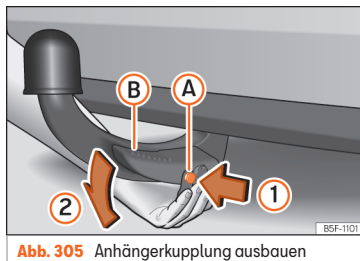

Abb. 305 Anhängerkupplung ausbauen
- Drücken Sie den Entriegelungsbolzen (A) in Pfeilrichtung (1) und gleichzeitig den Hebel (B) in Pfeilrichtung (2) bis zum Anschlag » Abb. 305.